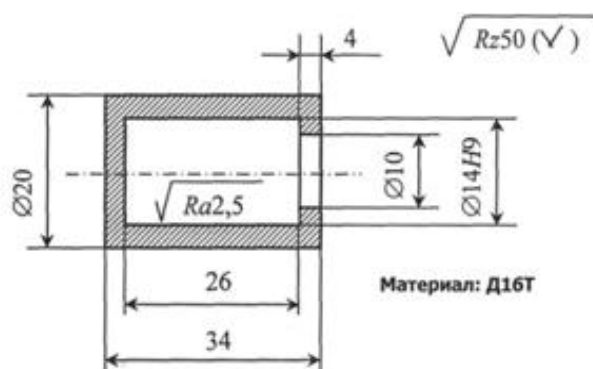

Рисунок 10
6. Перечислить признаки нетехнологичности конструкции детали с точки зрения проведения механической обработки и контроля (рисунок 10).